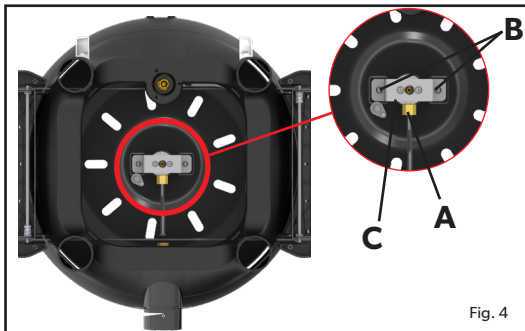
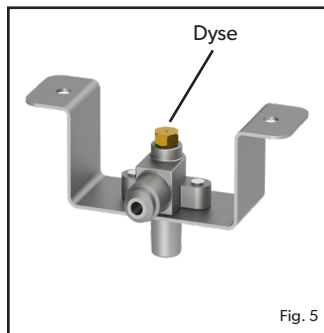

Fig. 4
Fig. 5
- Vi anbefaler å rengjøre eller skifte ut dysene hver sjette (6) måned for å sikre fortsatt effektiv drift av apparatet.
- For å fjerne dysen, fjern alle løse overflater fra enheten og snu baseenheten opp ned. Bruk en passende skiftenøkkel, løsne mutteren (A) (fig. 4). Skru løs de 2 skruene (B) (fig. 4). Fjern braketten (C) for å avdekke munnstykket. (Fig. 5). Fjern strålen med en passende skiftenøkkel. Ikke bruk tang på dysen, da dette kan skade dysen og gjøre den ubrukelig eller umulig å fjerne. Skru den nye strålen inn i ventilen. Ikke stram for mye da dette kan skade strålen.